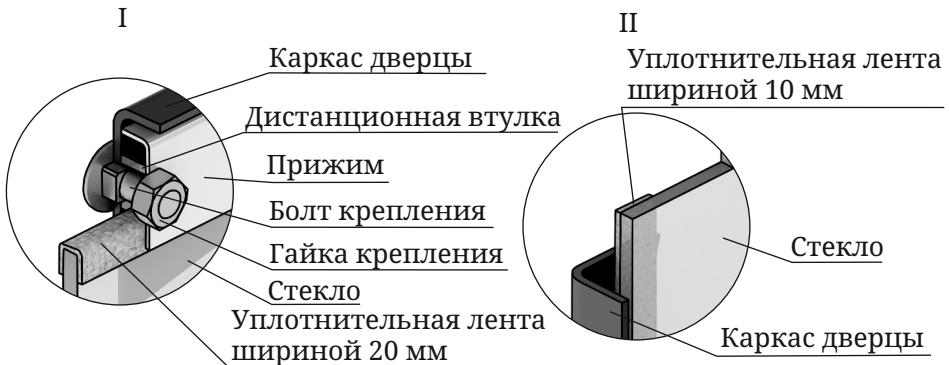

Рисунок 13. Крепление светорозрачного экрана дверцы модификации «Люмина»
1. Открутите две гайки, фиксирующие прижим (рисунок 13.I), и демонтируйте его и дистанционные втулки.
лента шириной 20 мм наклеивается сверху и снизу стекла «П»-образно (рисунок 13.I), лента шириной 10 мм наклеивается вертикально, вдоль боковых сторон стекла (рисунок 13.II).
4. Вставить стекло в упор, при этом лента наклеенная с боковых сторон (вертикальная) должна быть зажата между стеклом и каркасом дверцы (рисунок 13.II).
Внимание! Гайки крепящие прижим накручиваются на болты крепления через дистанционные втулки (рисунок 13.I).